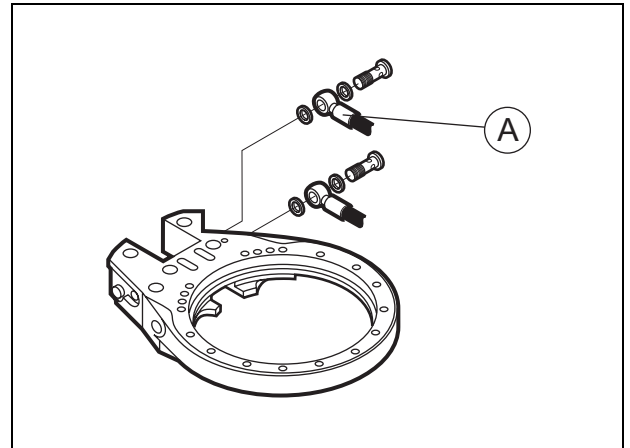

Fig. 20 Tuyau flexible hydraulique - tensionnage de chaîne
1. Si nécessaire, enlever le tuyau flexible hydraulique du tensionneur (A) et boucher toutes les connexions. Voir Fig. 20.